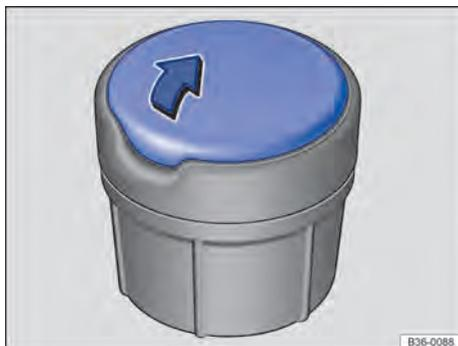

Fig. 170 Cinzeiro móvel.
- Para *abrir*, levantar a tampa do cinzeiro → Fig. 170 no sentido da seta.